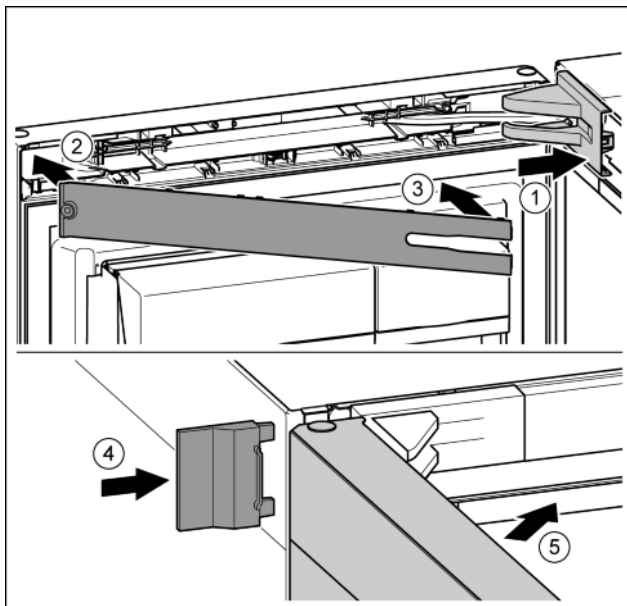

Fig. 41
- ▶ Крышку установить и зафиксировать, при необходимости, осторожно разжать. Fig. 41 (1)
- ▶ Установить крышку. Fig. 41 (2)
- ▶ Наклонить и защелкнуть крышку. Fig. 41 (3)
- ▶ Надвинуть внешнюю крышку. Fig. 41 (4)
- ▶ Закрыть верхнюю дверь. Fig. 41 (5)